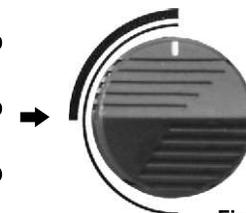

Fig. 1
- Para o assado de bolos recomenda-se o uso de somente uma (1) grade, com a mesma localizada no segundo trilho de cima para baixo estando, assim, mais longe do aquecimento (Fig. 1);
2. Gire o botão no sentido anti-horário na posição máxima, à 90°, conforme imagem (Fig. 1);